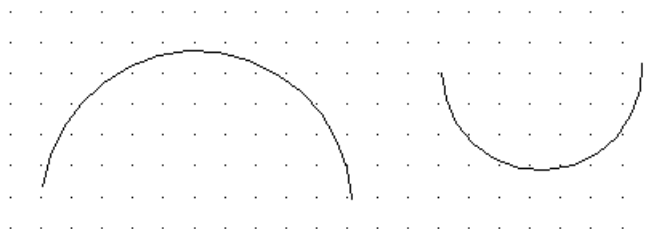

Рис. 28
- Щелкните ЛКМ в трех местах чертежа (рис. 28).